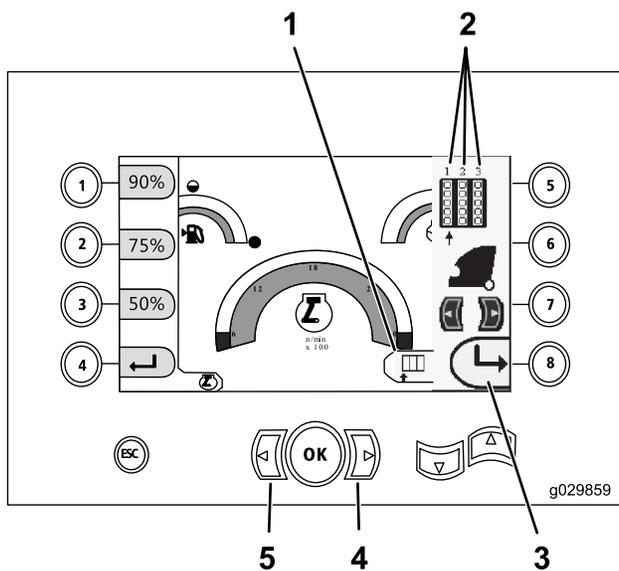

Рисунок 25
Примечание: Значок кнопки 8 имеется только в версиях программного обеспечения К и выше (Рисунок 25).
1. Нажмите кнопку со стрелкой влево или вправо, чтобы выбрать номер ряда, к которому нужно получить доступ (Рисунок 25).
2. После размещения стрелки под номером ряда, к которому вы хотите получить доступ, нажмите кнопку 8 (Рисунок 25), чтобы скрыть боковое окно.